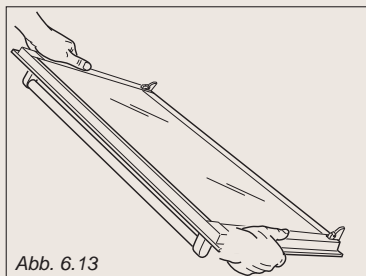

Abb. 6.13
1. Halten Sie die Tür fest (Abb. 6.13).